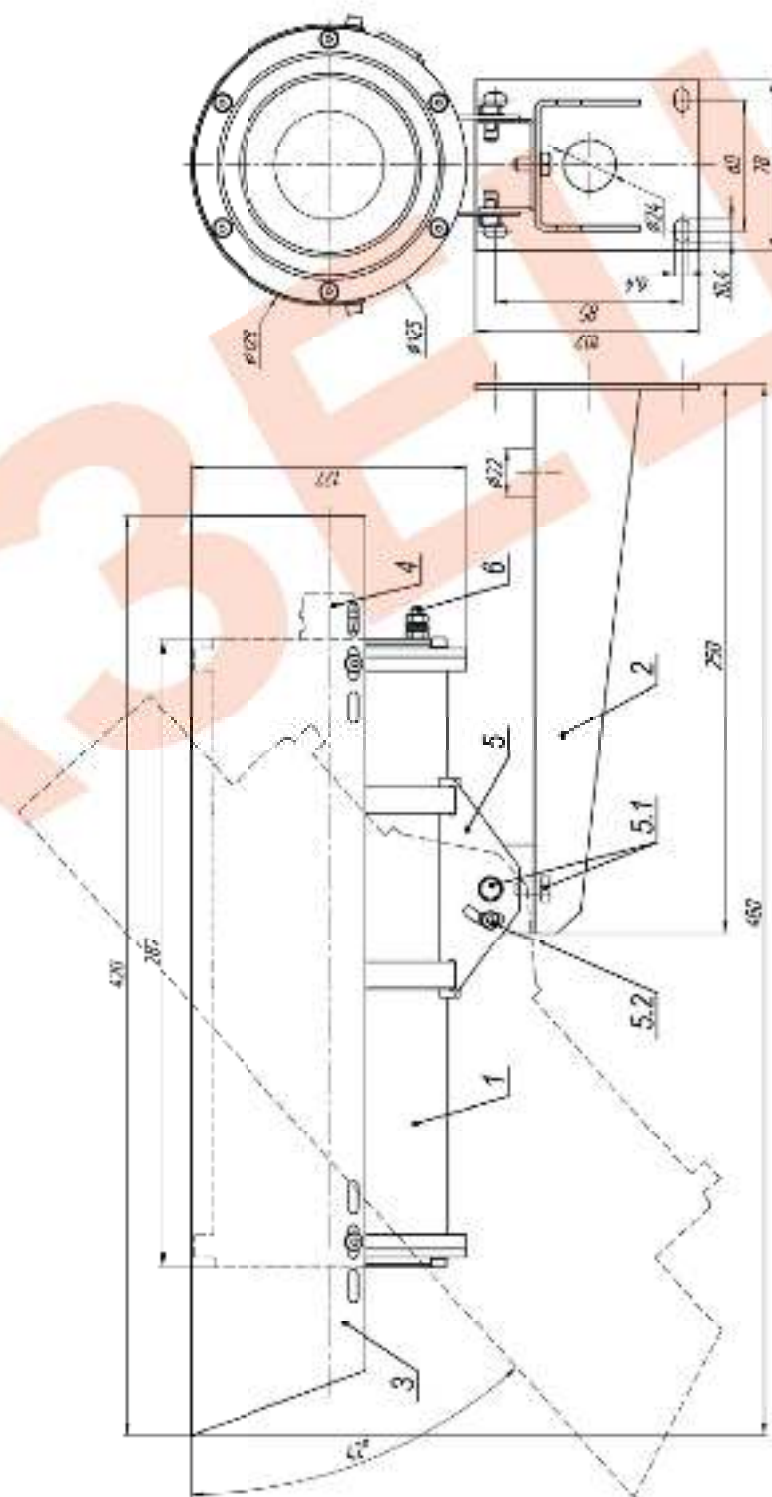

Рис. 1 Габаритные и установочные размеры ТВК 193 Р
2. Ослабить болты и винты фиксации шарнира (поз.5.1 и 5.2 рис.1), установить гермобокс на нужное направление обзора, после чего надёжно зафиксировать шарнир затянув выше перечисленные болты и винты.
3. Заземлить гермобокс с помощью болта заземления (поз.6 рис.1).
Состав изделия: (см. рис.1)